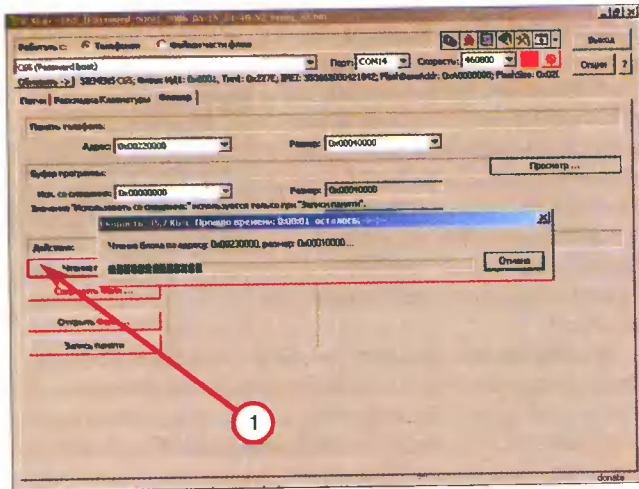

Рис. 1. Чтение памяти
3. Нажимают кнопку «Чтение памяти» (1 на рис. 1). На этом рисунке показан сам процесс чтения памяти телефона.